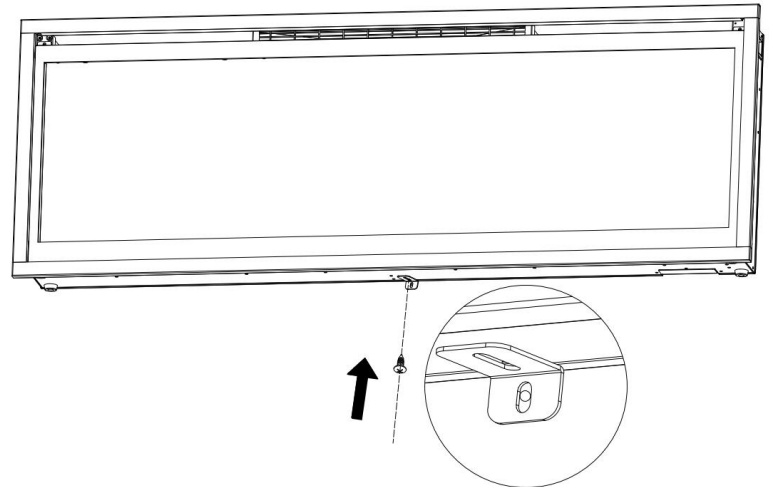

Fig 3-2
B. Bevestig met de eerder verwijderde schroef de L-beugel (meegeleverd) aan de onderkant van de haardkist. (Fig 3-2)